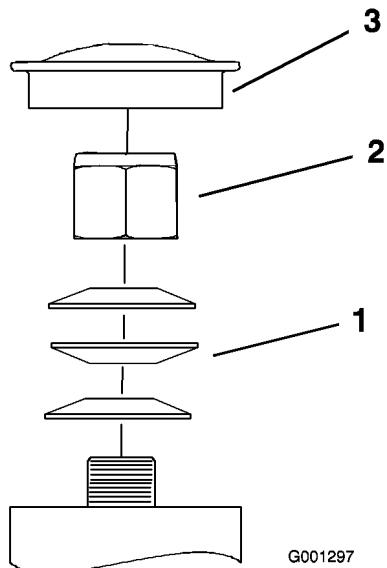

Figure 43
3. Retirez le capuchon anti-poussière de la roue pivotante et serrez le contre-écrou (Figure 43).
4. Continuez de le serrer jusqu'à ce que les rondelles élastiques soient aplatis, puis desserrez-le de 1/4 de tour pour obtenir la précharge correcte des roulements (Figure 43).
- Important:** Veillez à placer les rondelles comme illustré (Figure 43).
5. Remettez le capuchon anti-poussière en place (Figure 43).